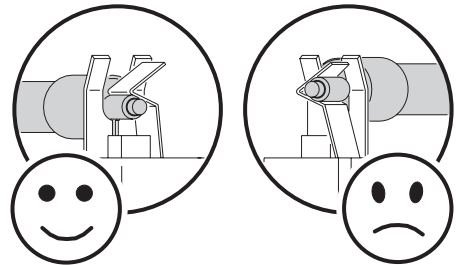

Bild 4: Haltefedern
- Die Anschlüsse des Leuchtmittels müssen unterhalb der V-förmigen Haltefeder liegen (Bild 4).